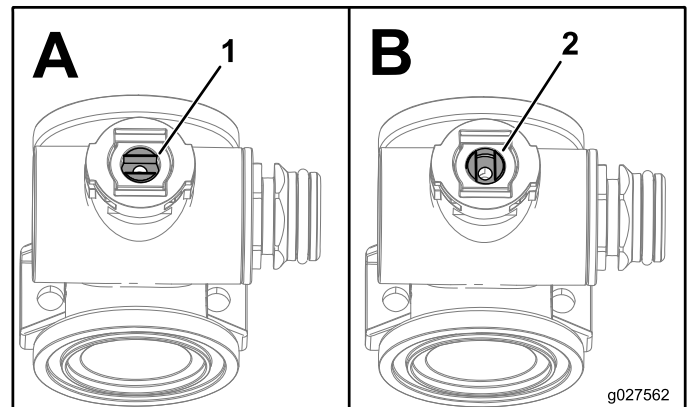

図 128
7. バルブシステムアセンブリを「閉」にセットする 図 128。